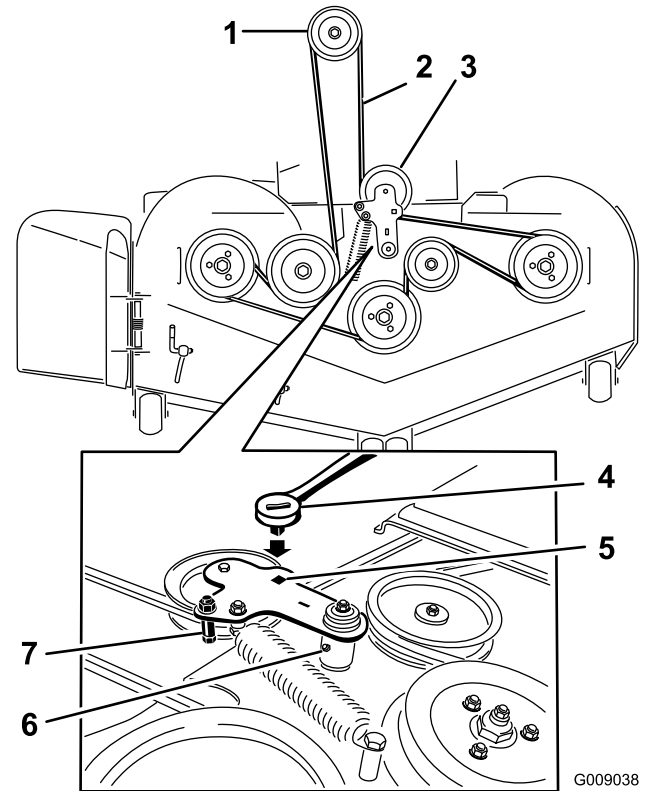

Figure 73
5. Insérez un rochet dans le trou carré du bras de la poulie de tension pour détendre le ressort de la poulie de tension (Figure 73).
7. Enlevez le guide de courroie situé sur le bras de la poulie de tension rappelée par ressort (voir Figure 73).
9. Acheminez la courroie neuve autour des poulies du tablier de coupe et de la poulie d'embrayage, sous le moteur (Figure 73).
10. Montez le guide de courroie sur le bras de la poulie de tension (voir Figure 73).
11. Insérez le rochet dans le trou carré et montez le ressort de la poulie de tension (Figure 73).